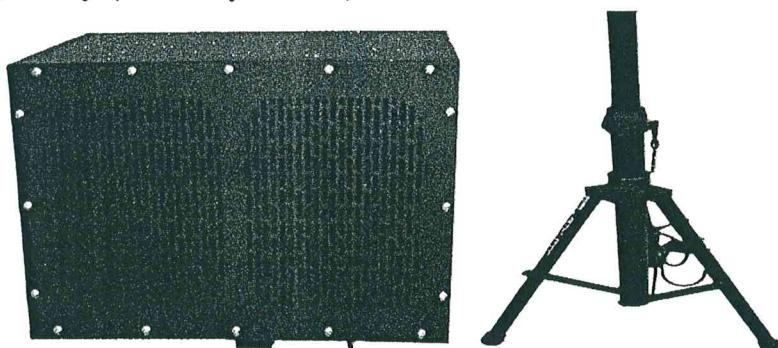

Рисунок 27 - Акустическая система в экранированном контейнере.
6.2.3 Поместить акустическую систему в экранированный контейнер. Установить акустическую систему на штатив и разнести ее на расстояние от исследуемого технического средства согласно действующему нормативному методическому документу (см. Рисунок 27).